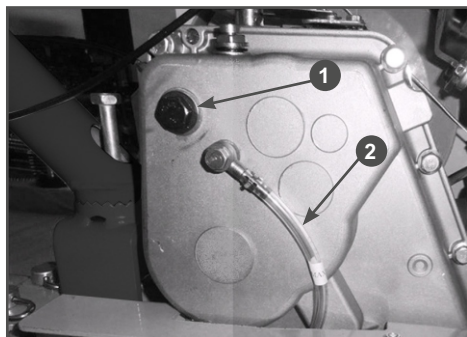

Рис. 13 Заправка масла в коробку передач
(Рис.13).
4. Уровень масла в коробке передач контролируется с помощью специальной трубки 2 (Рис. 13). На трубке нанесены две метки «МАХ» и «МИН». Уровень масла в коробке передач должен быть по верхнюю метку «МАХ» на трубке. При необходимости долейте масло до требуемого уровня.